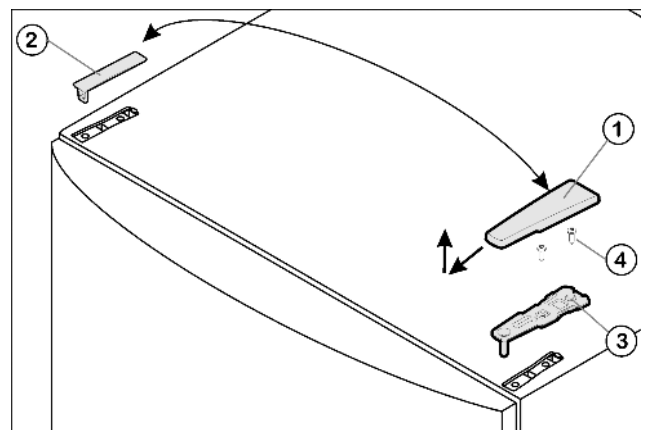

Fig. 5
- ▶ Estrarre la copertura Fig. 5 (1) tirandola in avanti e verso l'alto.
- ▶ Staccare la copertura Fig. 5 (2).
- ▶ Svitare il blocco di supporto superiore Fig. 5 (3) (2 x Torx® 25) Fig. 5 (4) ed estrarre tirando verso l'alto.
- ▶ Inserire il blocco di supporto superiore Fig. 5 (3) sul nuovo lato della cerniera nella porta.
- ▶ Serrare il blocco di supporto superiore **fermamente a 4 Nm** (2 x Torx® 25) Fig. 5 (4). Eventualmente praticare fori a vite o utilizzare un avvitatore a batteria.
- ▶ Innestare la copertura *Fig. 5 (1)* e la copertura *Fig. 5 (2)* rispettivamente sul lato opposto dall'esterno e innestare in posizione.